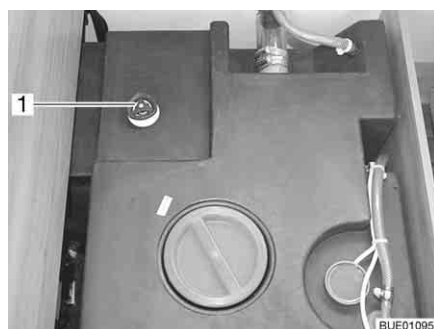

Fig. 241 Réservoir d'eau avec poignée tournante
- Faire tourner la poignée tournante (Fig. 241,1) du réservoir d'eau à fond dans le sens contraire des aiguilles d'une montre au-delà de la résistance pour ouvrir entièrement l'ouverture d'écoulement.